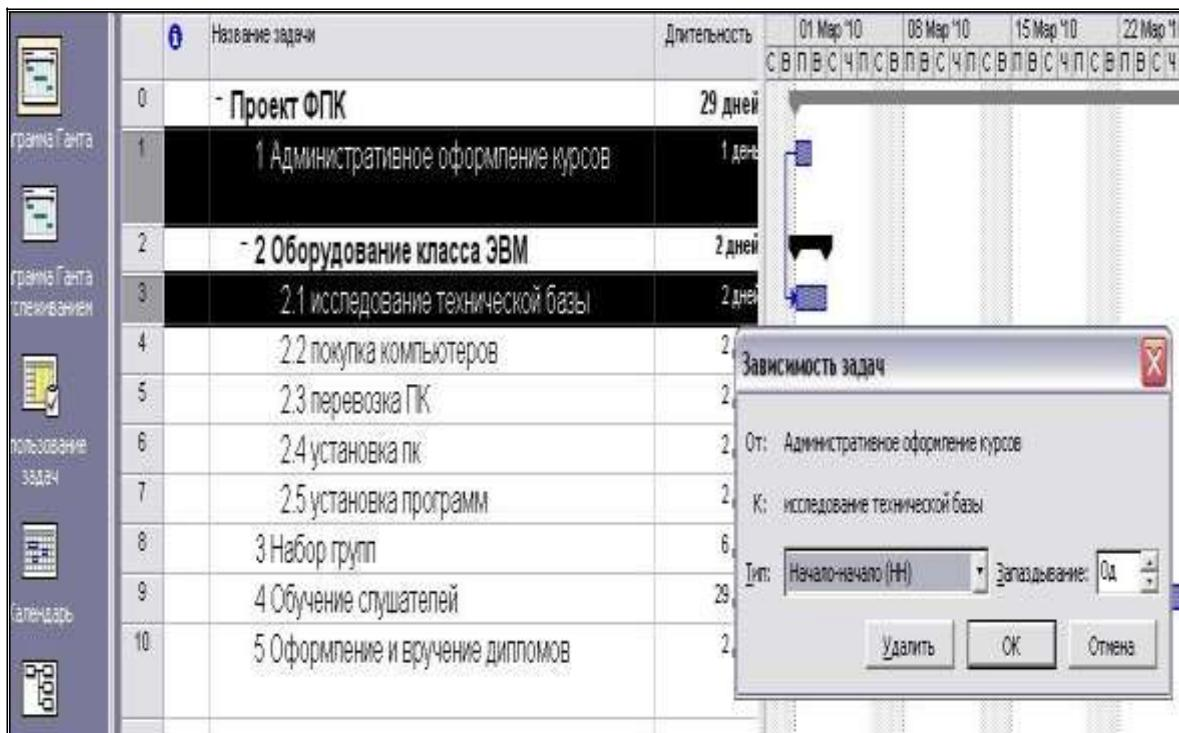

Рис. 13. Изменения типа связи.
6. Для изменения типа связи надо дважды щелкнуть на связи (стрелка, соединяющая задачи на диаграмме Ганта) и провести изменения в появившемся диалоговом окне «Зависимость задач» (рис. 13).
Для отображения более сложных зависимостей между задачами в программе предусмотрено задание «времени запаздывания» или «опережения». Эти параметры можно также задать в диалоговых окнах «Зависимость задач» (рис. 13) или «Сведения о задаче». Время запаздывания указывается в единицах времен: «2д» или в «%». В последнем случае вычисляется процентная доля длительности задачи - предшественника. Если вместо времени запаздывания указать время опережения для второй задачи, то время опережения задается со знаком «минус»: (-2д) или (-40%).